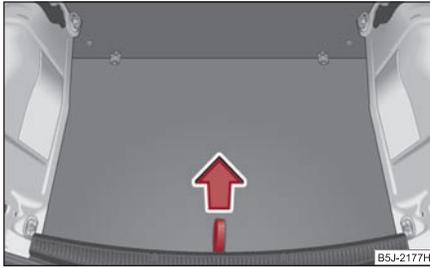
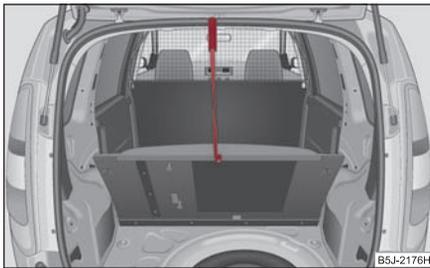

Abb. 219 Schlaufe zur Anhe-
Abb. 220 Befestigung des
- Heben Sie den Ladeboden an der Schlaufe an ⇒ **Abb. 219** und befestigen Sie ihn mit dem Kunststoffhaken (dieser befindet sich unter der Ladebodenkante) an der Oberkante des Heckklappenausschnitts ⇒ **Abb. 220**. ■